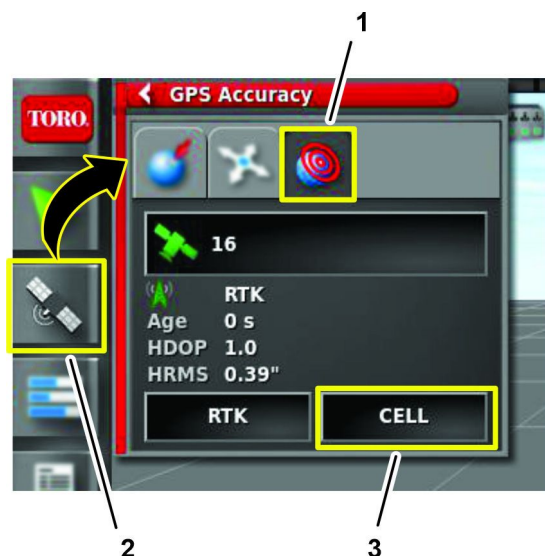

Figura 244
3. Sul quadro di comando di GeoLink, premete l'icona INFORMAZIONI GPS (Figura 244).